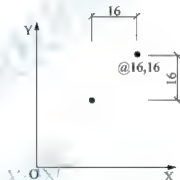

图 2.48 相对直角坐标
(2) 相对直角坐标：相对于前一点的坐标值，相对直角坐标的输入方法为“@X,Y”，如输入“@16, 16”，结果如图 2.48 所示。